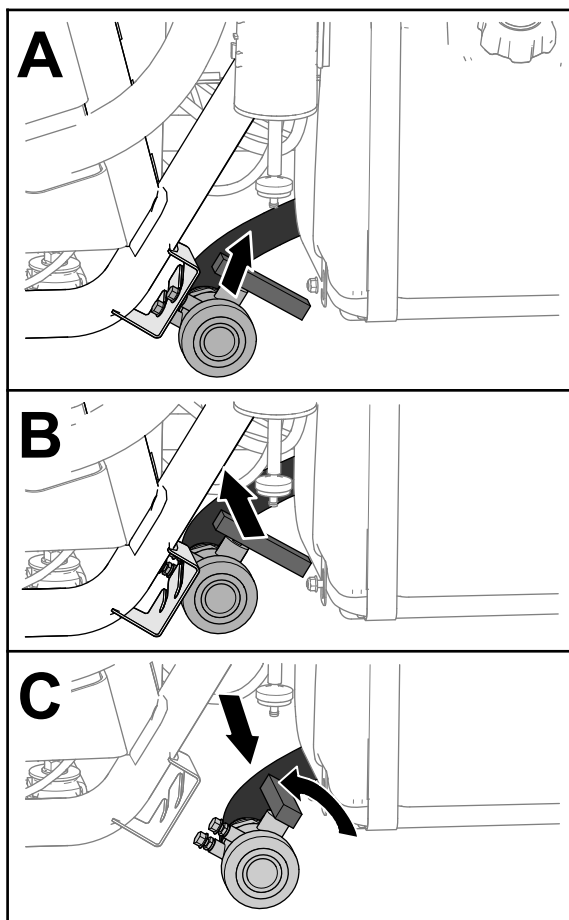

Figura 28
2. Localize a válvula de escoamento do depósito à esquerda da máquina, à frente do depósito de combustível (Figura 28).
3. Levante a válvula e mova-a para dentro até os pernos de montagem da válvula saírem das ranhuras no suporte da válvula de drenagem e mova a válvula para trás (Figura 28).
4. Alinhe a extremidade da válvula com o recipiente de drenagem e rode a pega da válvula no sentido contrário ao dos ponteiros do relógio para a posição aberta (Figura 28).
5. Quando o depósito tiver drenado completamente, rode o manípulo da válvula de drenagem para a posição fechada e monte a válvula no suporte da válvula de drenagem (Figura 28).